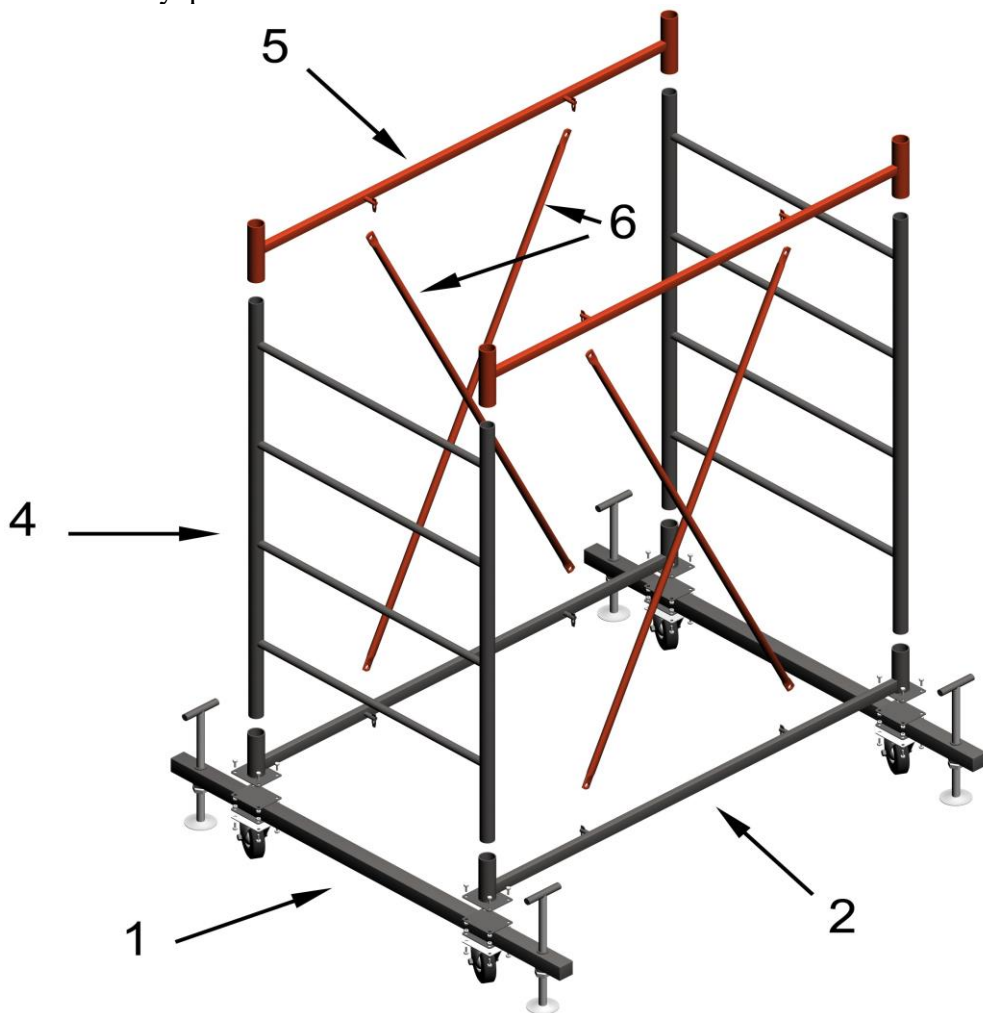

рис.1
- 4.2. Установить базы (1) параллельно друг другу и соединить их траверсами (2) при помощи болтов. Траверсы должны быть установлены замками внутрь (Рис.1).
4.6. Используя флажковые замки, соединить гантели (5) и траверсы (2) стяжками (6), (рис.1)